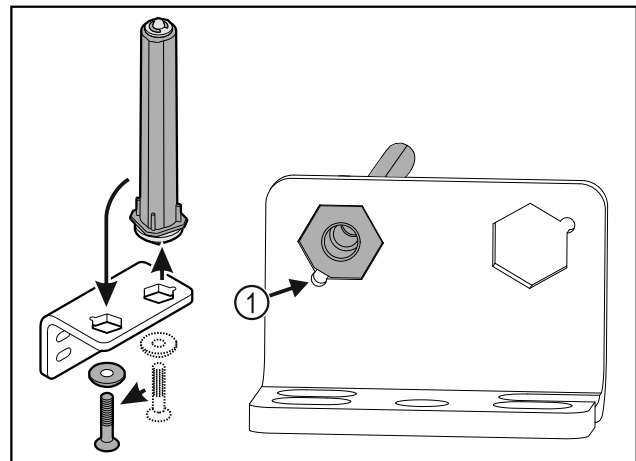

Fig. 35
- Lors de l'insertion de l'axe, veiller à ce que son chanfrein Fig. 35 (1) soit du côté du trou rond.